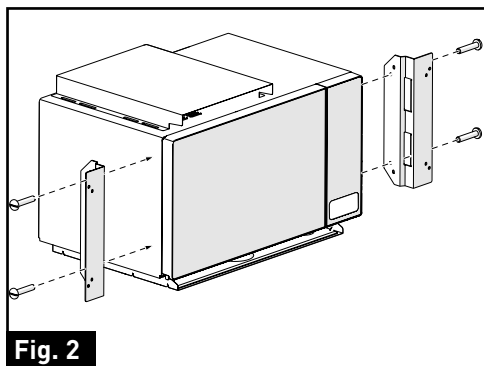

Fig. 2
- Rattachez les supports métalliques gauche et droit au four à micro-ondes et fixez-les avec les 4 vis de montage fournies. (Fig. 2)